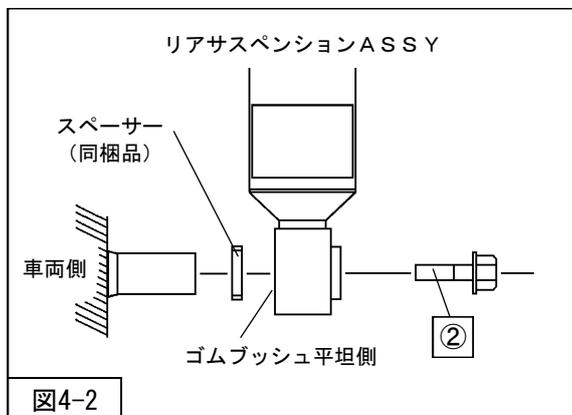
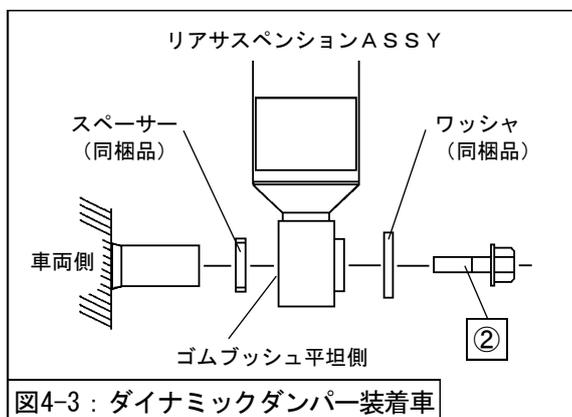

図4-2
図4-3: ダイナミックダンパー装着車
- リアサスペンションASSYロア取付け部の車両側のシャフトにスペーサー (同梱品) を取付けてください。(図4-2・図4-3)
- ダイナミックダンパー装着車はワッシャ (同梱品) を取付けてください。(図4-3)
- ②リアサスペンションASSYロア取付ボルト
を取付けてください。(図4-2・図4-3)